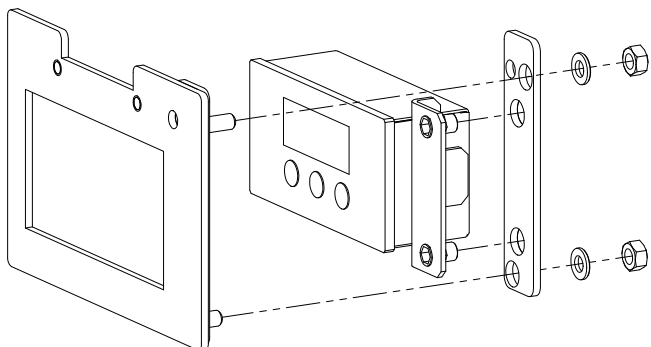

Fig.2
- De meegeleverde fixatieplaat met de schijven en moeren aan de elektronica monteren (Fig.2).